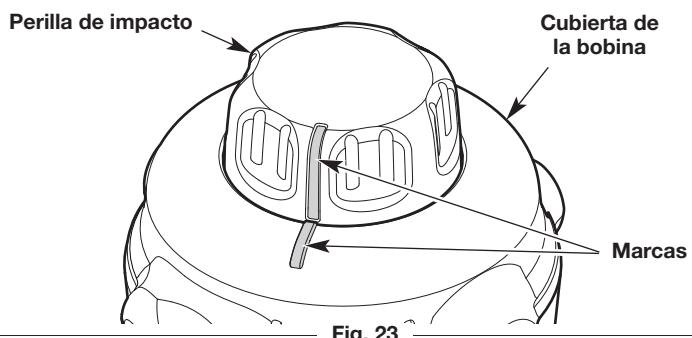

Fig. 23
- Gire la perilla de impacto para alinear la marca de la perilla de impacto con la marca de la cubierta de la bobina (Fig. 23).